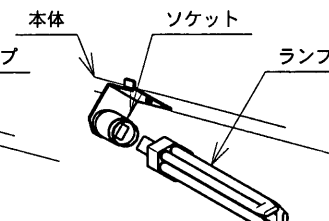

図3
④その後、図3④の方向へランプを引き抜いてください。
⑤ランプ組付けは今までの逆の手順で行ってください。